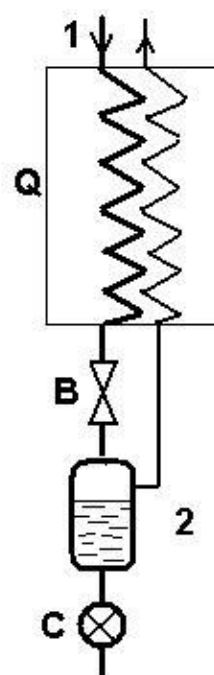

Рис. 45
2. Метод Дьюара-Линде (Д.-Л.) основан на положительном эффекте Джоуля-Томсона. Газ, сжатый до высокого давления и охлажденный до комнатной температуры, идет по трубе 1 в теплообменник Q (рис. 45).